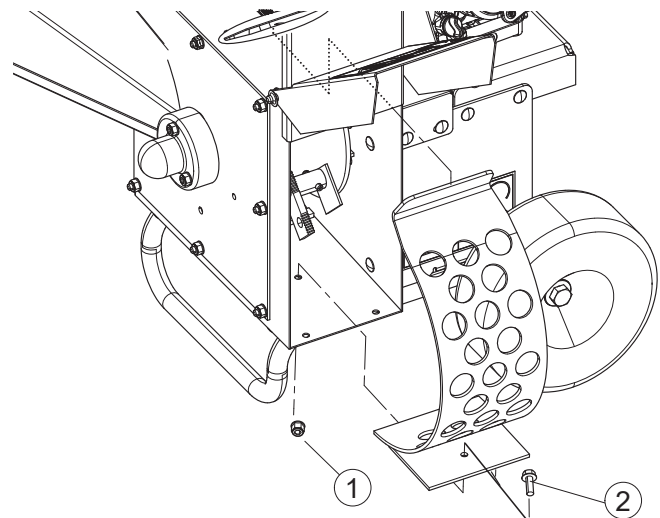

Figura 5.8, Reemplazo de la criba de descarga
3. Retire el perno de 5/16 × 1" (8 × 25,4 mm) y la tuerca con reborde que aseguran la criba de descarga al bastidor (Figura 5.8). Retire la criba de descarga de la parte inferior y rote la parte superior hacia abajo para quitarla.